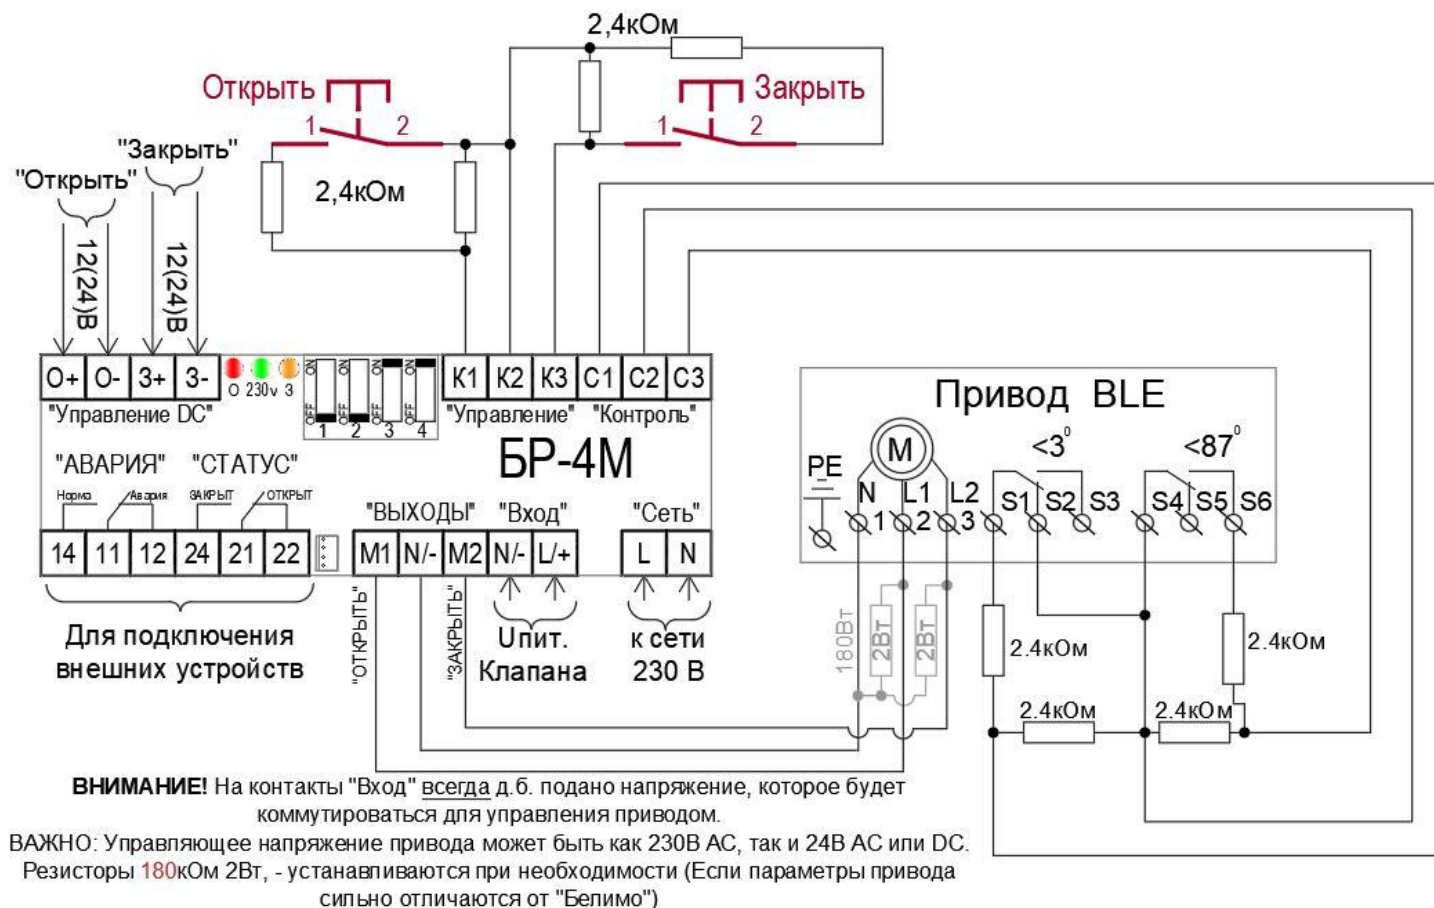

Рис. 2: Схема внешних подключений «БР-4-230-КР- Пд-ТС-IP20-М» к реверсивному приводу клапана «Belimo».
Для стандартной работы Блока с **реверсивным** приводом, как показано на **рис. 2**, необходимо перевести **микрпереключатели «3, 4»** (10) в положение «**ON**».